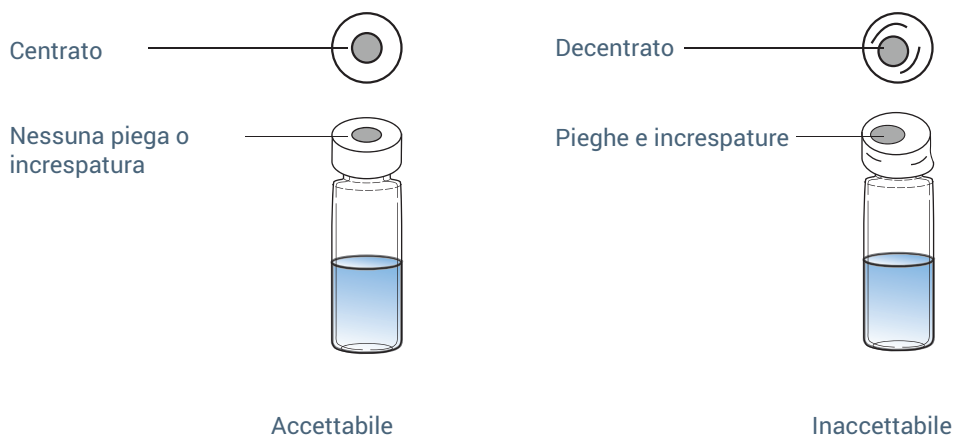

Figura 10. Tappi accettabili e inadatti
Figura 10 mostra tappi per fiala corretti e inadatti.
- 1 Innanzitutto, creare una fiala di prova tappata vuota come descritto in **“Tappare una fiala di campione con una tappatrice elettronica”** o **“Tappare una fiala di campione con una tappatrice manuale”**. Ispezionarla per accertarsi che appaia idonea. L'aspetto della fiala dovrebbe essere analogo alla fiala corretta nella **Figura 10**. In caso contrario, regolare la tappatrice e creare altre fiale di prova vuote finché non si è ottenuta una fiala che appaia corretta.